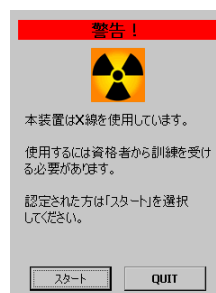

図 6-1 放射線の安全に関する警告画面
3. 放射線の安全に関する警告画面（16 ページ図 6-1 参照）を読み、ご自身が承認された作業者であることを確認してください。システムは直ちにイニシャライズを開始します。